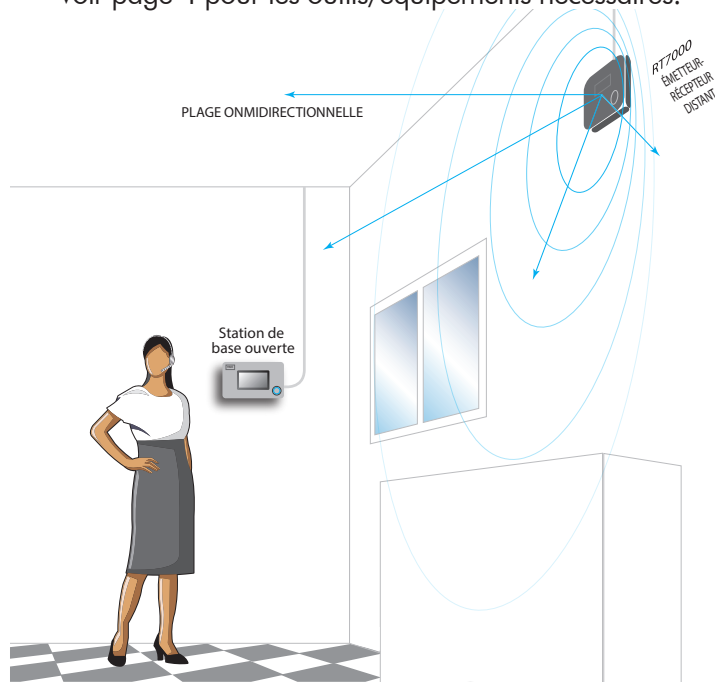

Fig. 1.1
- La hauteur de montage de la station de base doit se situer entre le niveau des épaules et celui des yeux pour une personne de taille moyenne (voir Fig. 1.1).